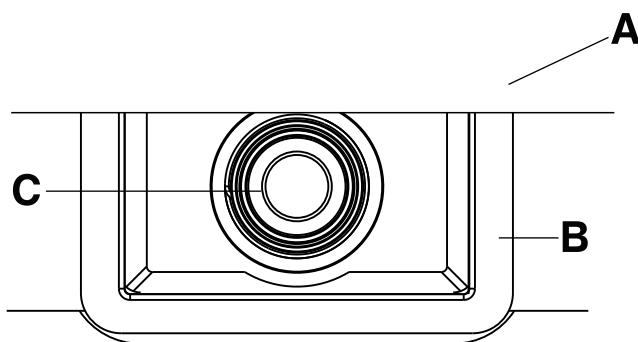
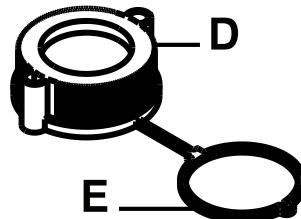

Figure 2-7 : Caisson de fixation pneumatique et corps de clapet
Figure 2-8 : Capuchon et attache
2. Saisir le corps de clapet (C) et le tirer vers l'extérieur afin que le caisson de fixation pneumatique (B) se déploie à l'extérieur de la housse de la surface de support (A) (Figure 2-7 à la page 2-23).
3. Pousser l'attache (E) (Figure 2-8 à la page 2-23) sur le corps de clapet (C) (Figure 2-7 à la page 2-23). Tourner l'attache (E) dans le sens des aiguilles d'une montre jusqu'à ce qu'elle dépasse les filetages du corps de clapet (C).
4. S'assurer que le capuchon (D) (Figure 2-8 à la page 2-23) se visse sur le corps de clapet (C) (Figure 2-7 à la page 2-23).
5. Repousser le caisson de fixation pneumatique (B) à l'intérieur de la surface de support.